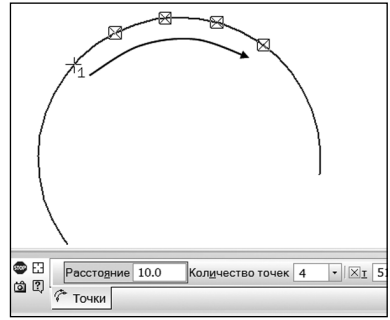

Рис. 10.5. Команда «Точка на заданном расстоянии»
- Кнопка **Точка на заданном расстоянии**  предназначена для построения одной или нескольких точек в указанном направлении с равным шагом (рис. 10.5). На панели параметров необходимо задать расстояние от исходной точки в поле **Расстояние** и целое число в поле **Количество точек**. После этого нужно выбрать кривую и на ней указать точку начала построения массива точек. Затем нужно выбрать направление построения точек, перемещая мышку в необходимую сторону от исходной точки в графическом окне. Для закрепления выводимого на экране результата нажмите левую кнопку мыши или клавишу Enter. Расстояние между всеми точками этого массива будет равно числу, введенному в поле **Расстояние**.